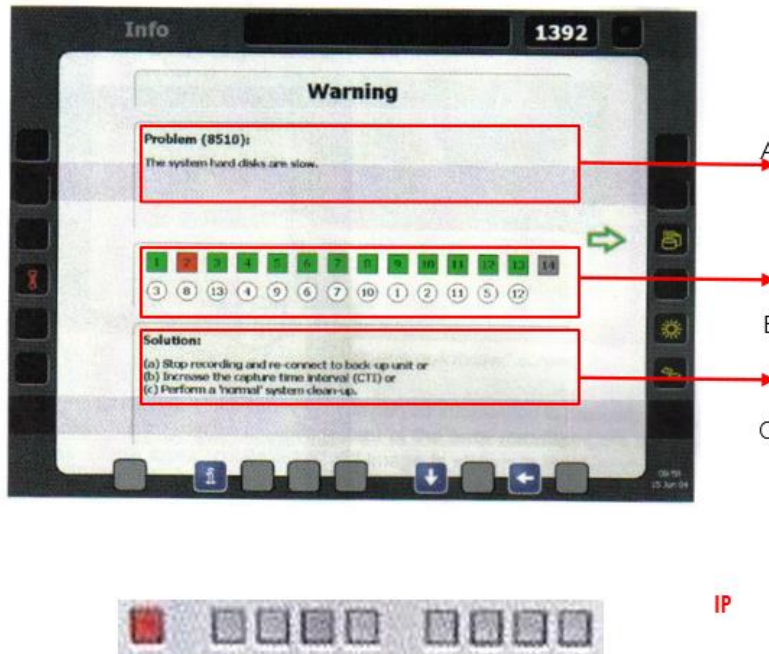

Figura 58. Ventana "Information"
- En la Figura 58 A muestra una descripción de los problemas.
- En la Figura 58 B muestra información detallada acerca de las unidades y las conexiones:
En la Figura 58 C muestra la descripción de la posible solución.